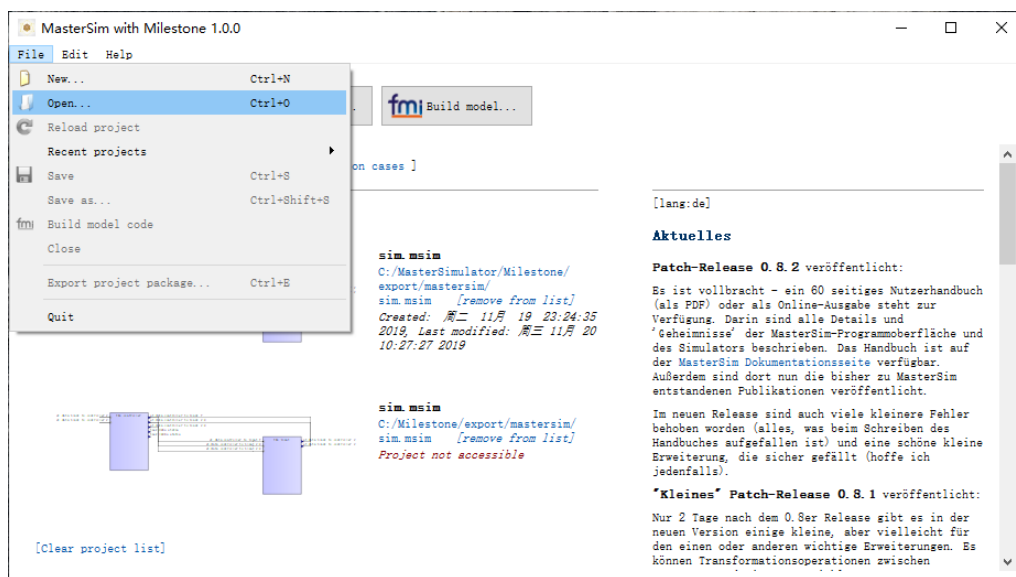

图 3.8: 打开 MasterSim 测试工程
- 在 MasterSim 主界面中打开自带的测试工程，如 图 3.8 。